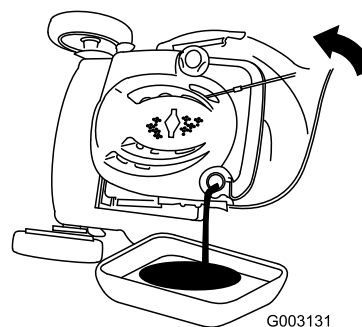

Figure 37
3. Inclinez la tondeuse sur le côté (filtre à air vers le haut) pour vidanger l'huile usagée par le goulot de remplissage (Figure 37).